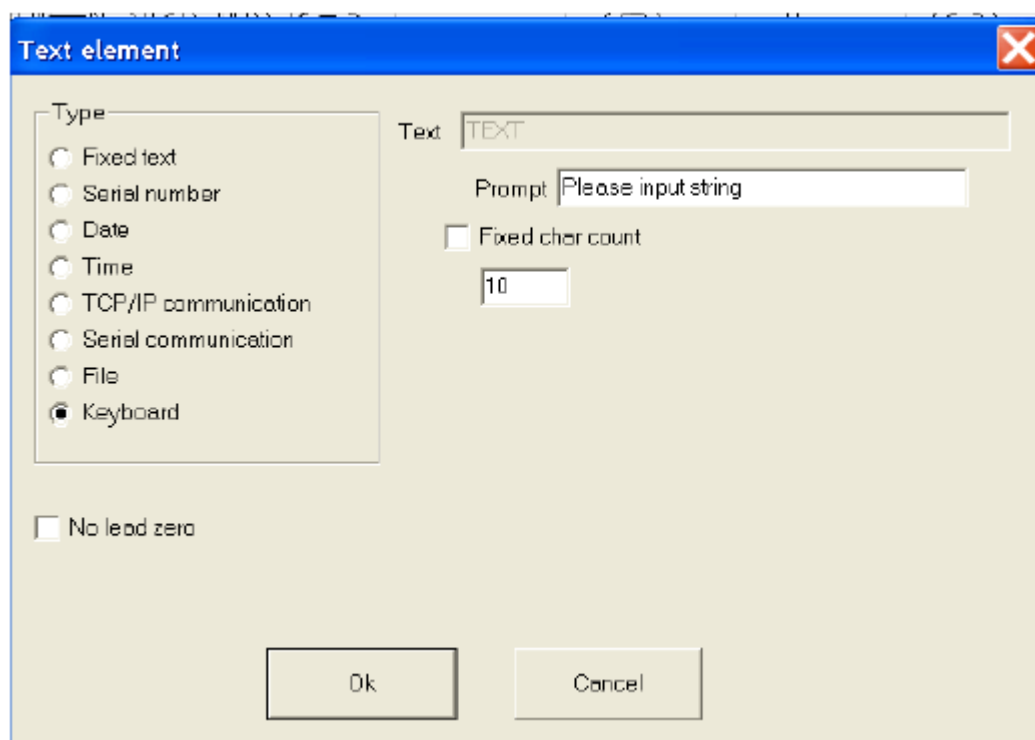

Рис. 4-50-а Клавиатура
- 2) Появится сообщение, нажать кнопку OK. После этого появится окно, показанное на Рис. 4-50-б.